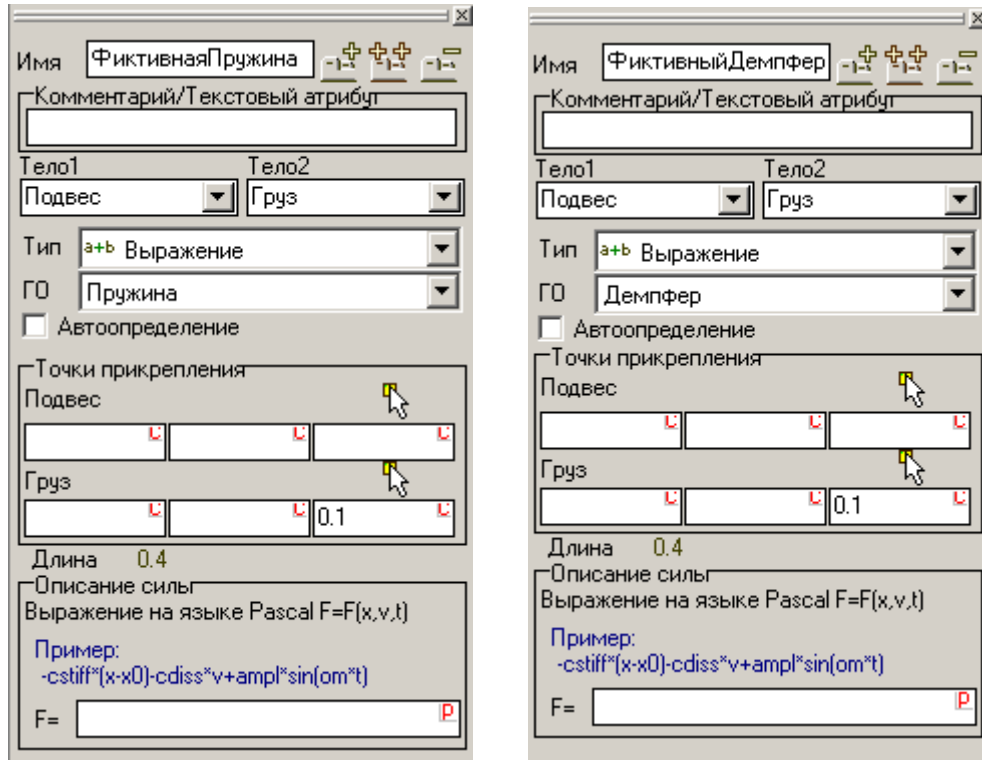

Рис. 2.6. Фиктивные биполярные силы
2. Добавьте две биполярные силы. Параметры сил укажите в соответствии с рис. 2.6.